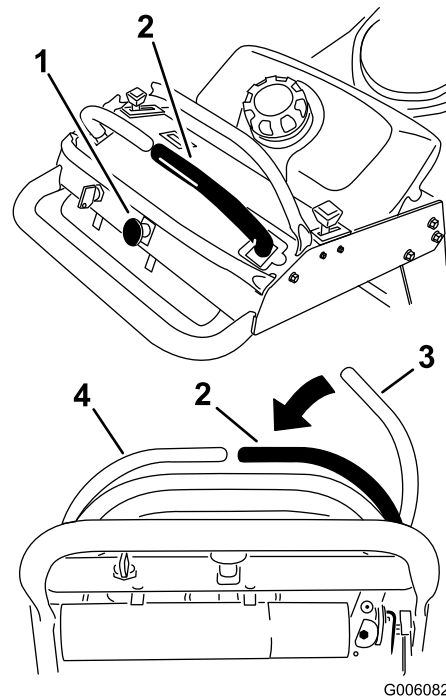

Figure 7
1. Pour engager les lames du plateau de coupe, placez le levier de commande de déplacement droit au centre, en position déverrouillée (Figure 7).